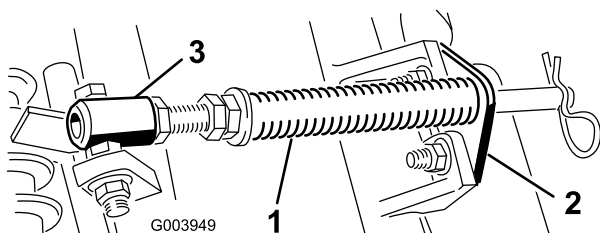

Figura 4
- A. Togliete i due bulloni a testa tonda e i dadi che fissano la staffa dell'asta alle alette degli elementi di taglio (**Figura 4**).
- B. Togliete il dado flangiato che fissa il bullone del tubo della molla all'aletta del telaio portante (**Figura 4**). Staccate il gruppo.